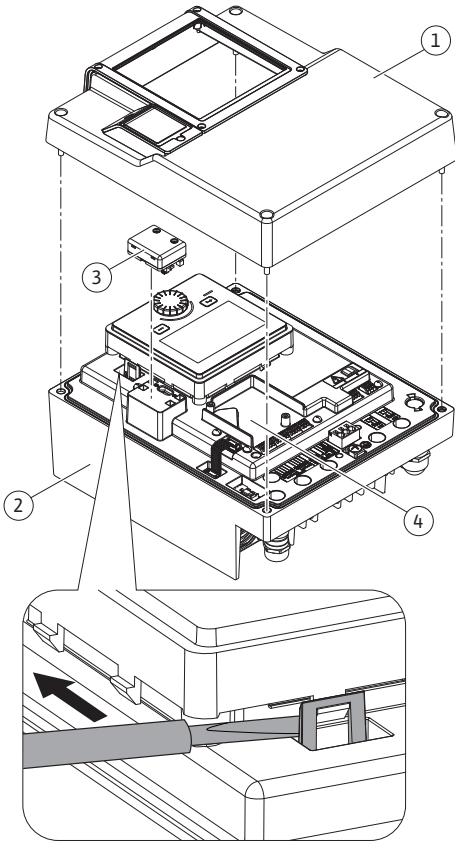
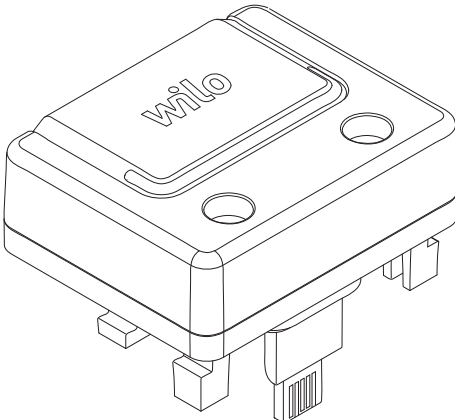

Fig. 25: Elektronik modül
Fig. 26: Wilo-Smart Connect BT modülü
1. Kancayı (Fig. 25) dikkatli biçimde bir alet ile (ör. tornavida) açın.
Wilo-Smart Connect BT modülü (Fig. 25, poz. 3 ve Fig. 26) Bluetooth arayüzü, akıllı telefonlar ve tabletler gibi mobil cihazlara bağlanmak için kullanılır. Wilo-Assistant uygulamasında Wilo-Smart Connect fonksiyonu vardır. Wilo-Smart Connect fonksiyonu ile pompa kumanda edilebilir, ayarlanabilir ve pompa verileri dışarı aktarılabilir. Ayarlar için "Devreye alma" [► 47] bölümüne bakın.
1. Elektronik modül üst kısmının dört civatasını (Fig. 25, Poz. 1; Fig. I, Poz. 2) çözün.
3. Wilo-Smart Connect BT modülünü öngörülen Wilo-Connectivity arayüzüne takın. Bkz. Fig. 25, poz. 3.
CIF modülleri (aksesuarlar) yalnızca pompalar ve bina elektrik sistemi arasında iletişim görevi görür. CIF modülleri elektronik modüle takılıdır (Fig. 25, poz. 4)